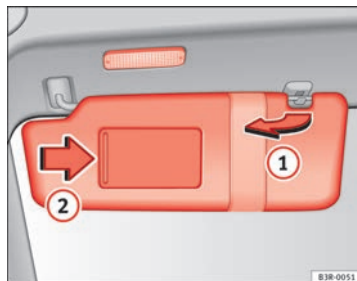

Abb. 98 Sonnenblende
Die Sonnenblenden für den Fahrer und Beifahrer können aus der Halterung in der Fahrzeugmitte herausgezogen und zu den Türen geschwenkt werden (1) ⇒ Abb. 98.